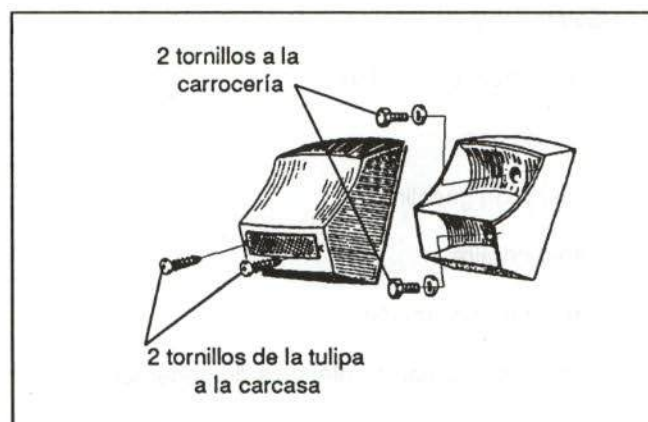

Figura 34.- Fijación de pilotos de intermitencia
- Pilotos delanteros de intermitencias (figura 34)